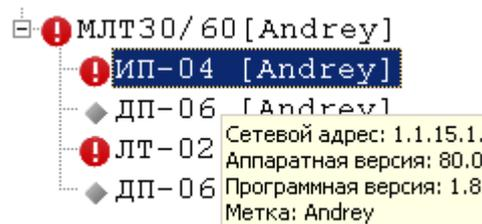

Рисунок 9. Сетевой адрес платы ИП-04
- сетевой адрес источника даты/времени – сетевой адрес платы ИП-04 с которой будет производиться синхронизация; данный адрес можно узнать в главном окне программы (см. Рисунок 9)